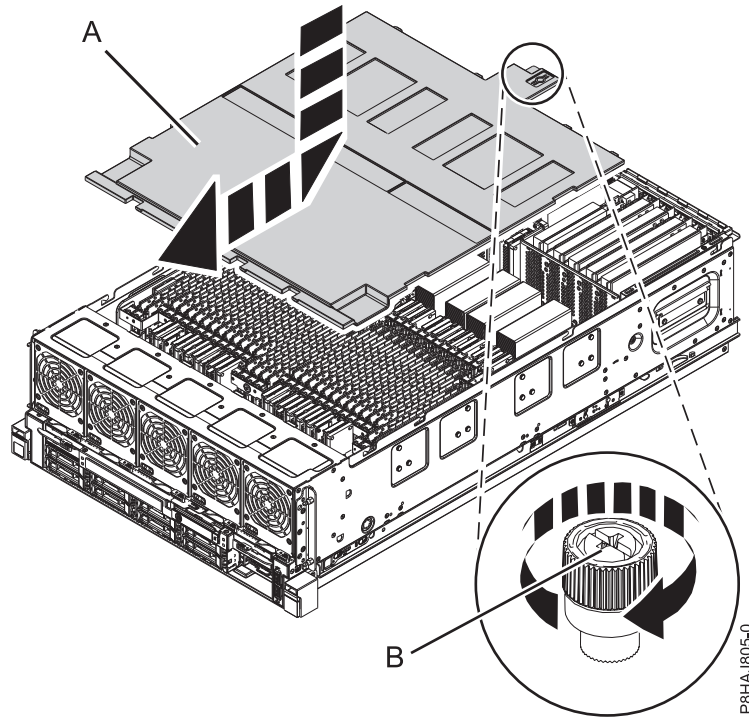

Figura 21. Sustitución de la cubierta de seguridad
2. Presione la cubierta de seguridad (A) hacia el chasis.
3. Apriete el tornillo de mano (B) girándolo en la dirección que se muestra en Figura 21 en la página 51 para fijar la cubierta de seguridad en el chasis.